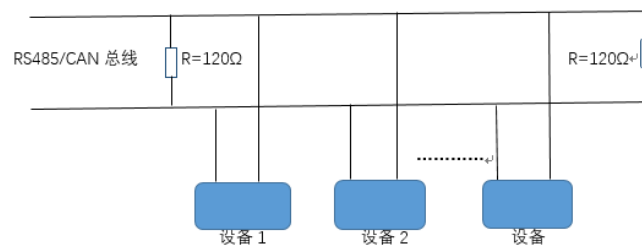

图 25
- 用 RS485、CAN 总线协议连接多台设备的时候，请参照下图 25 的连接方式。